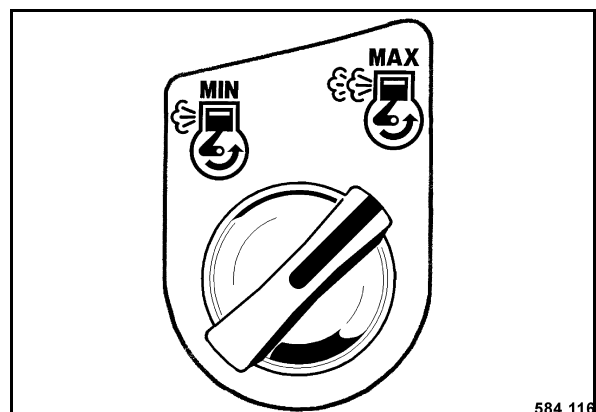

Fig. 106
- Poner el interruptor giratorio para rpm del motor (Fig. 106) a „MAX“.